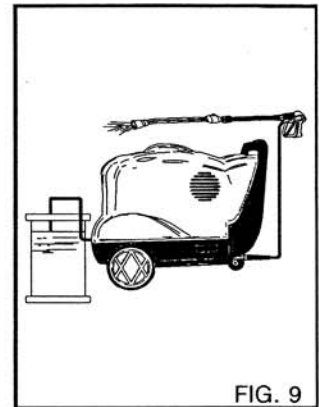

FIG. 9
- 3) Después del uso con detergente, aclarar el circuito de aspiración; introducir el tubo de aspiración del detergente (fig. 9) en un bidón de agua limpia y hacer funcionar la bomba durante 1 minuto con el grifo de dosificación completamente abierto y la lanza en fase de suministro de detergente.
- 4) Después del uso con detergente, aclarar el circuito de aspiración, introducir el tubo de aspiración (fig. 9) del detergente en un bidón de agua limpia y hacer funcionar la bomba durante 1 minuto con el grifo de dosificación completamente abierto y la lanza en fase de suministro del detergente.